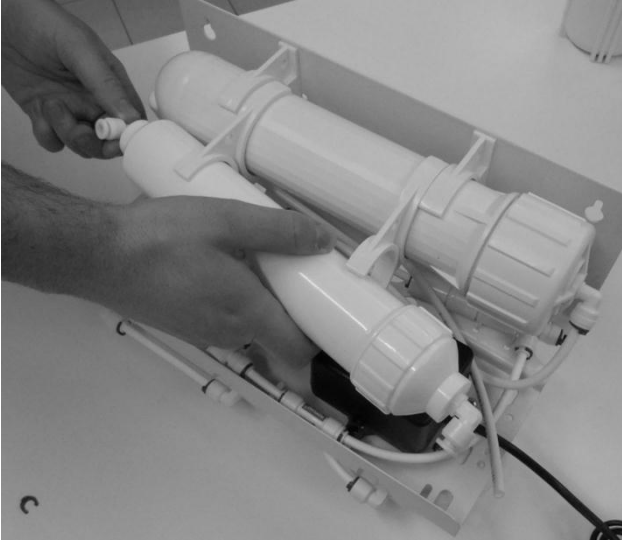

Fig. 5
6. Retirar el contenedor de las resinas usadas y sustituirlo con el nuevo, manteniendo su orientación (Fig. 5).